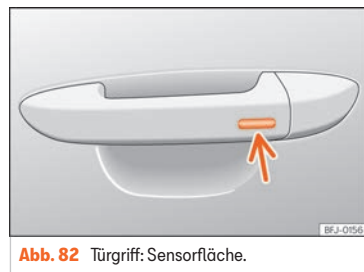

Abb. 82 Türgriff: Sensorfläche.
- **ODER:** mit dem Keyless Access-System (nur Schließen): Finger einige Sekunden auf der Sensorfläche zum Verriegeln  (Abb. 82) (Pfeil) im Türgriff halten, um die Fenster und das Schiebedach zu schließen. Wenn Sie die Sensorfläche nicht mehr berühren, wird die Schließfunktion unterbrochen.
Halten Sie einige Sekunden lang einen Finger über die Verriegelungssensorfläche »» (Abb. 82) (Pfeil) am Türgriff, damit das Dach geschlossen wird. Wenn Sie die Sensorfläche nicht mehr berühren, wird die Schließfunktion unterbrochen.